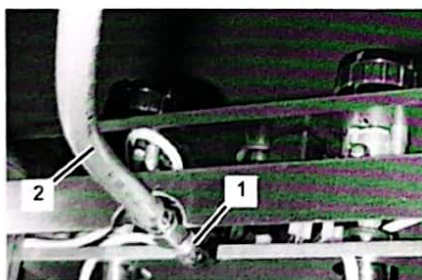

Abb. 2
1. Entfernen Sie den Stopfen von dem Gasanschluss (Abb. 2/1).
2. Schrauben Sie den Gasschlauch (Abb. 2/2) auf den Gasanschluss. Ziehen Sie die Mutter mit einem Maulschlüssel fest.